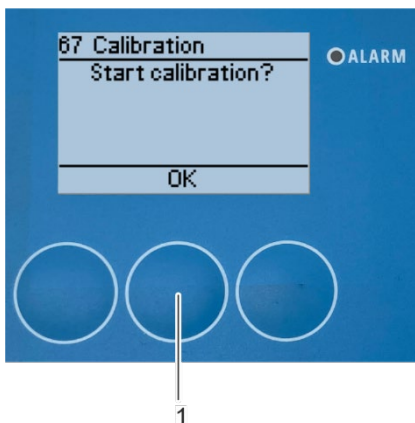

Figura 111: Iniciar la calibración
5. Inicie la calibración pulsando [Aceptar] (Figura 111/1).